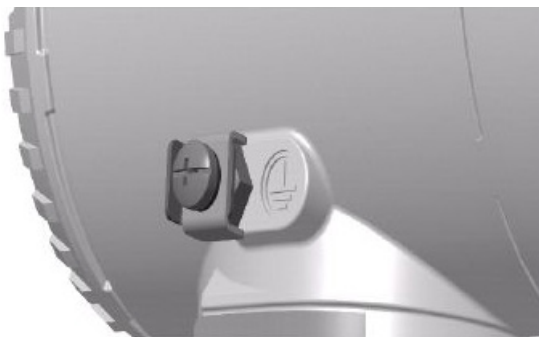

Abbildung 2-12 – Erdungsanschluss für das Messumformer-Gehäuse
Ein Anschluss ist sowohl auf der Außenseite des Gehäuses als auch im Stecker zur Erdung (PE) des Messumformers vorhanden. Beide Anschlüsse sind elektrisch miteinander verbunden (siehe Figure 2-12).